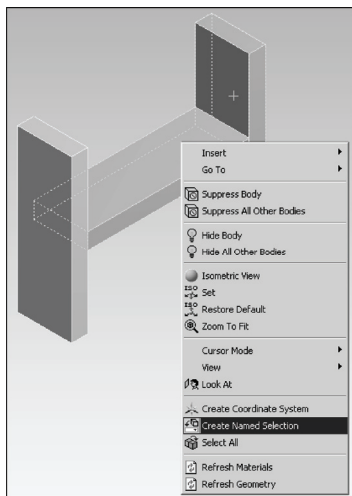

图 5-29 图形窗口中创建 Named Selection
- 在图形窗口中选择对象后右击,然后在快捷菜单中选择 Create Named Selection,如图 5-29 所示。